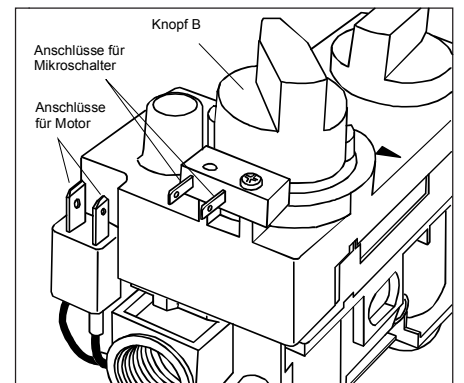

Abbildung 2: Haube mit Steckanschlüssen für Mikroschalter und Motor
Die Verwendung dieser Fernbedienung ist nur möglich in Verbindung mit einem Allgas-Mehrfachstellgerät vom Typ GV34 oder GV36 mit Motor nachgerüstet. Das Empfängerkabel ist fest auf die Flachsteckkontakte des Mehrfachstellgerätes zu stecken (Motor: 6,3 mm und 4,8 mm, Mikroschalter: beide 2,8 mm) siehe Abbildung 2.
- Erscheint **BATT** im Display rechts oben bzw. wird die LED am Empfänger dunkler, dann sollte die Batterie gewechselt werden. Bei Ausfall der Batterie kann der Knopf B (siehe Abbildung 2) von Hand in die gewünschte Stellung gedreht werden.